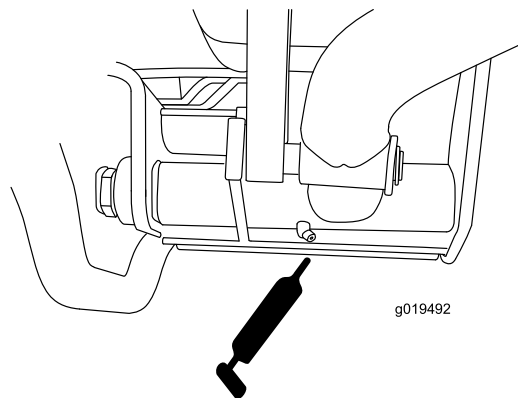

Figura 51
- Articulações do braço de elevação traseiro (2) (Figura 51).